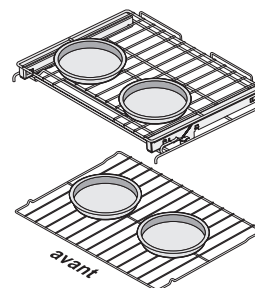

Figure 12 : Suggestion relative à l'espacement des plats
- Lorsque vous cuisinez avec deux grilles de four, positionnez l'ustensile de cuisson comme illustré à la Figure 12. Laissez un espace d'au moins 5 cm (2 po.) entre les ustensiles de cuisson pour permettre à l'air de bien circuler.